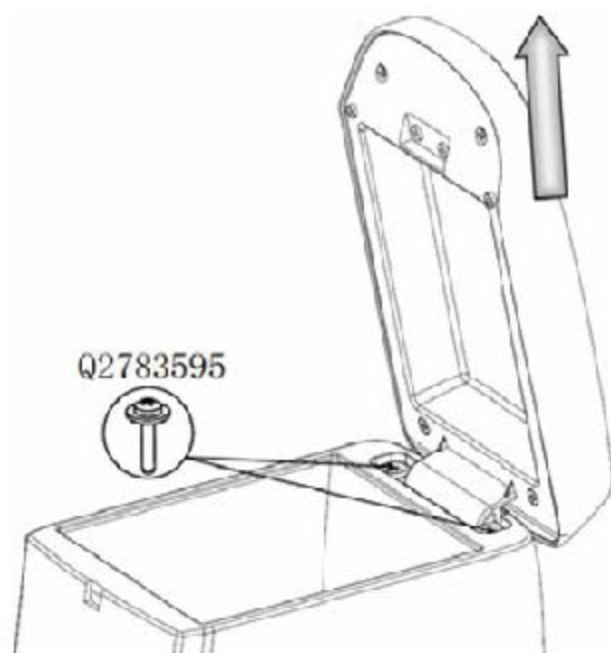

图 6-3-4 副仪表板扶手组件的拆卸
1). 开启扶手组件至直立状态，用十字螺丝刀依次松开固定扶手组件的两个螺钉(Q2213516A 十字槽盘头自攻螺钉和大垫圈组合件)，将扶手组件整体取下。如图 6-3-4 所示；